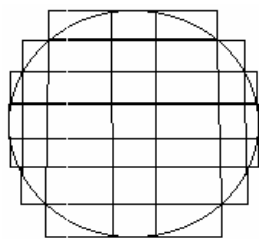

Рис. 4.9
**Примечание.** Не обязательно использовать мелкую сетку (рис. 4.9), чтобы аппроксимировать